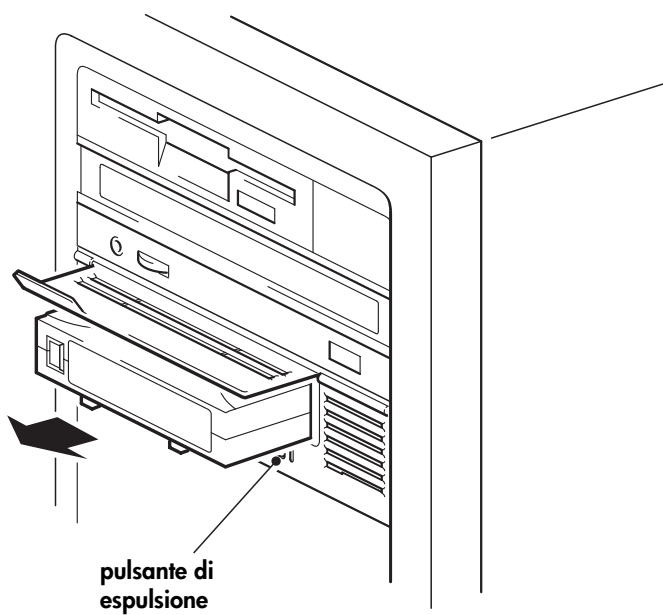

Figura 9b: rimozione di una cartuccia
- 1 Premere il pulsante di espulsione sul pannello anteriore (vedere la figura 9b).